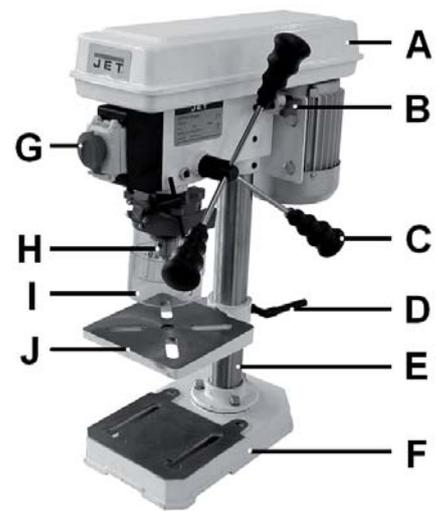

Рис. 1
- Встановіть стійку (B, Рисунок 1) на цоколь верстата (F).
- З шестигранних гвинти (D) добре затягніть.
- Надягніть патрон (J, Рисунок 1) на конус шпинделя.
- Відкрутіть кріплення майданчика мотора (В, Рисунок 1).